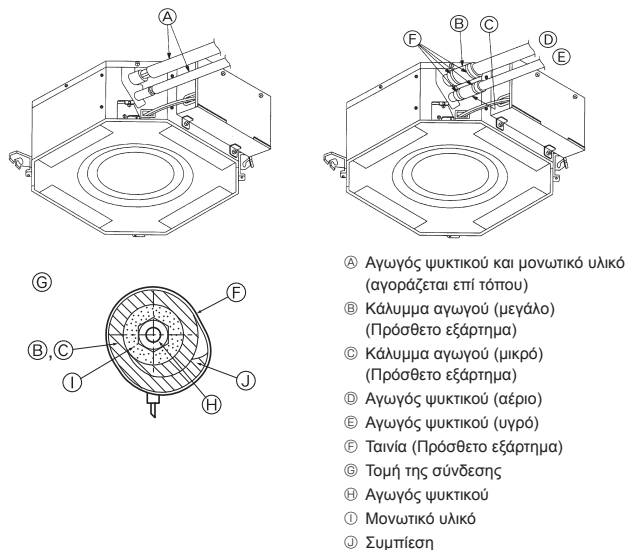

Fig. 3-3
3.3. Εσωτερική μονάδα (Fig. 3-3)